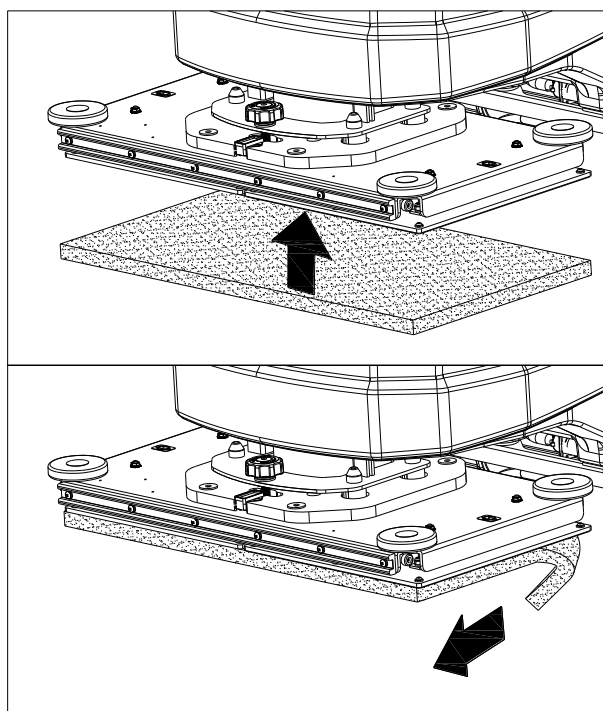

Figure 10
2. Utiliser la méthode manuelle pour poser ou déposer le disque cf. (Figure 10)